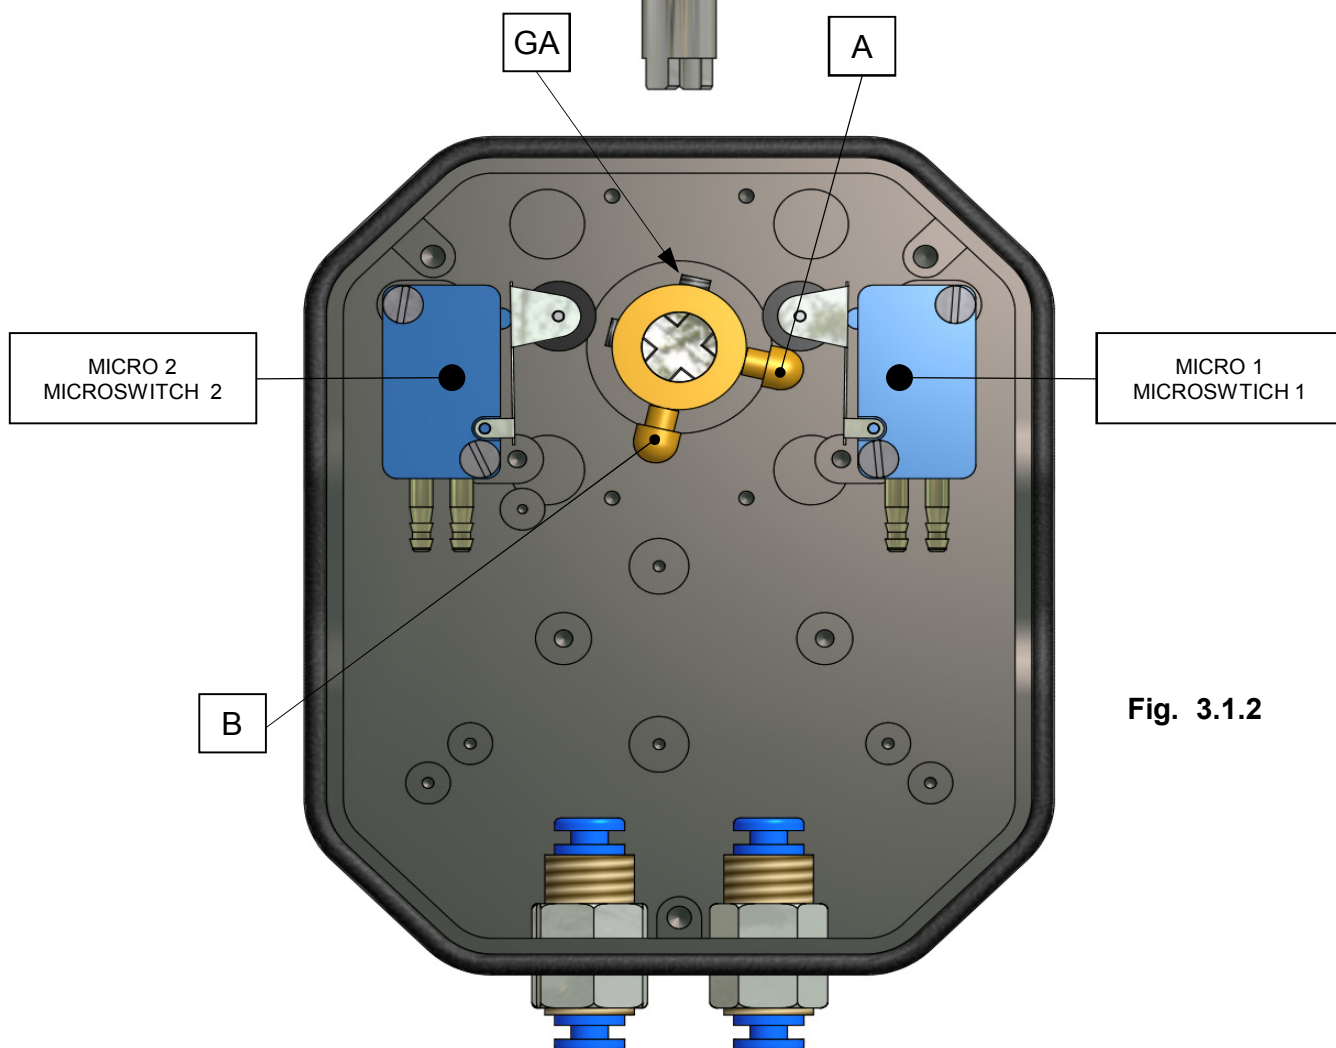

Fig. 3.1.2
- Svitare il grano "GA" della camma "A" Fig. 3.1.2 tramite una chiave esagonale da 2mm.
- Unscrew the cam dowel "GA" Fig.3.1.2. with a 2mm exagonal wrench.